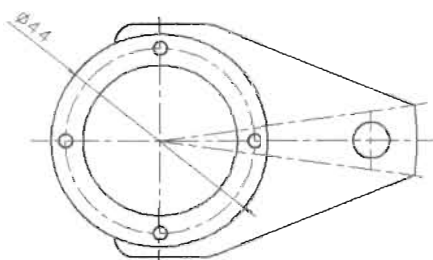

图 10-50
- (2) 执行“标注>直径”菜单命令，标注出圆形的直径，如图 10-50 所示。